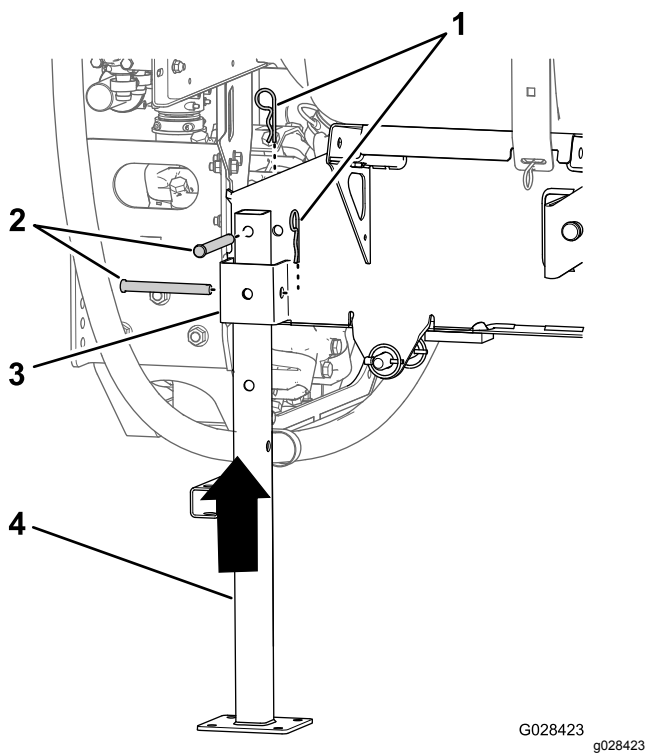

Figura 134
5. Alinhe o macaco traseiro com o recetor do macaco traseiro (Figura 134).
6. Alinhe o furo na parte superior do macaco com o furo na estrutura do patim do depósito (Figura 134).
7. Prenda o macaco ao recetor e estrutura com dois passadores de forquilha (1/2 pol. x 4¹/₂ pol.) e dois pernos de gancho (5/32 pol. x 2⁵/₈ pol.) como se mostra na Figura 134.